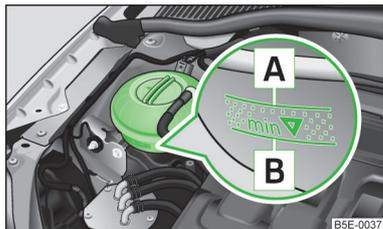

Abb. 185
Zum Nachfüllen nur das Frostschutzmittel verwenden, dessen Bezeichnung auf dem Kühlmittelausgleichsbehälter aufgeführt ist » Abb. 185 auf Seite 228.
- Das Kühlmittel nicht über die Markierung  auffüllen » Abb. 185 auf Seite 228.
- Den Kühlmittelstand am Kühlmittelausgleichsbehälter prüfen » Abb. 185.